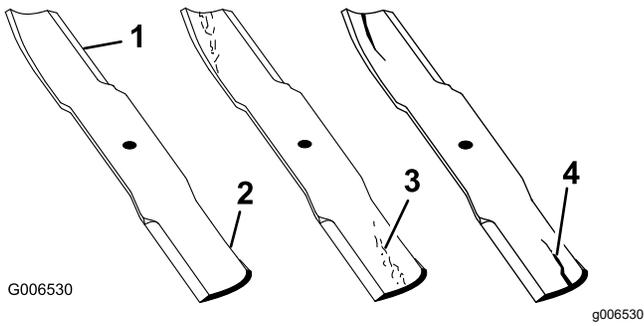

図 59
1. 刃先の部分を点検する 図 59。
4. ひび、磨耗、割れの発生などがあれば、直ちに新しいブレードに交換する 図 59。